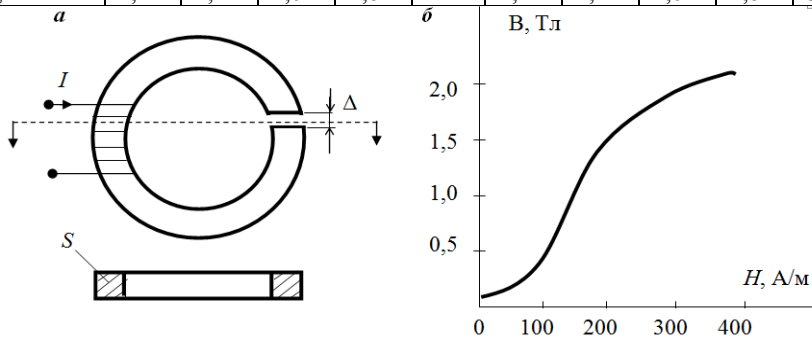

Рис.32. Конструкция электромагнита и кривая намагничивания сердечника
**Задача 1.** Известны средняя длина  $l$  магнитопровода (рис.32, а)  $l = 40$  см, величина зазора  $\Delta = 3$  мм, площадь сечения магнитопровода  $S = 2 \cdot 10^{-2} \text{ мм}^2$ , количество витков  $w = 500$ , кривая намагничивания сердечника (рис.32, б), магнитный поток  $\Phi = 24 \text{ мВб}$ . Определить величину тока  $I$  в катушке.